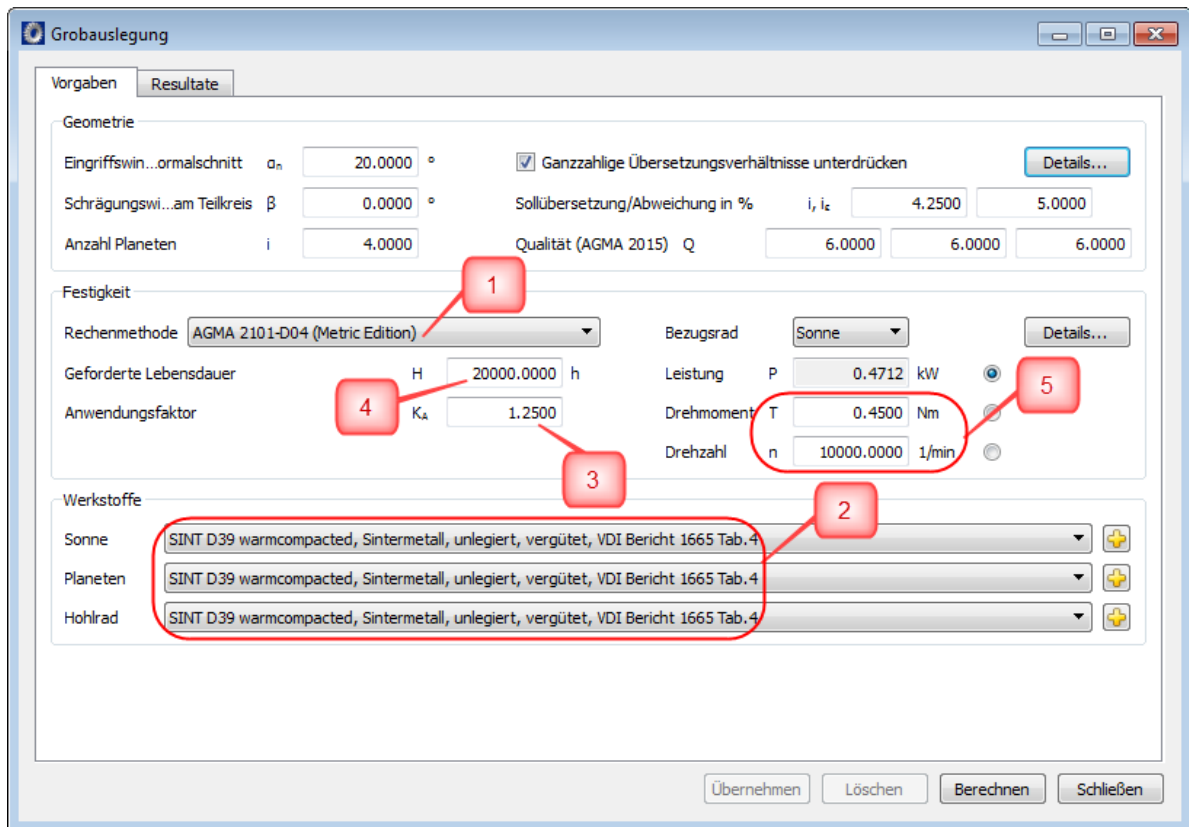

Abbildung 2.7 Einstellen von Werkstoffen, Berechnungsmethode, Anwendungsfaktor und benötigter Lebensdauer
Grobplanung öffnen und die gewünschte Berechnungsmethode (1) und den Werkstoff (2) einstellen. Den Anwendungsfaktor (3) und die Lebensdauer (4) eintragen. Den Radio-Button neben dem Leistungsfeld anklicken, um die Last (5) zu definieren, siehe Abbildung 2.7.